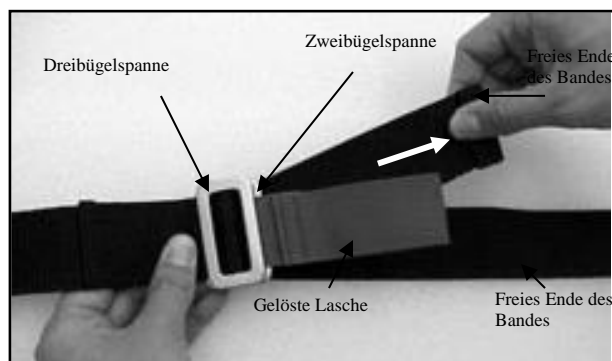

Abbildung 13 - Anordnung Dreibügelspanne
2. Ziehen Sie am freien Ende des Bandes, um die Dreibügelschnalle fest auf der Zweibügelschnalle anzubringen (Abbildung 13).